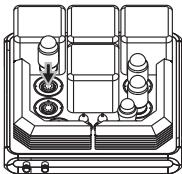

图1
1. 打开包装后电子管要按出厂配对的标识安装，V1对V1、V2对V2，如此类推(如图1)。